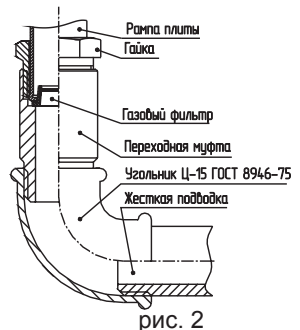

рис. 2
- Жесткое подсоединение к газовому стояку (рис. 2) про-